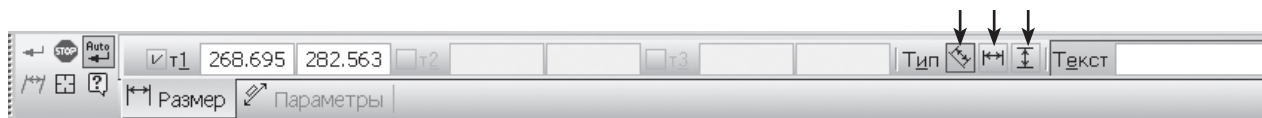

Рис. 46
4. Проставить размеры на построенные геометрические объекты, активировав панель *Размеры* . Для линейных размеров на *Панели свойств* задать тип проставляемых размеров (наклонный, горизонтальный, вертикальный) (рис. 46).